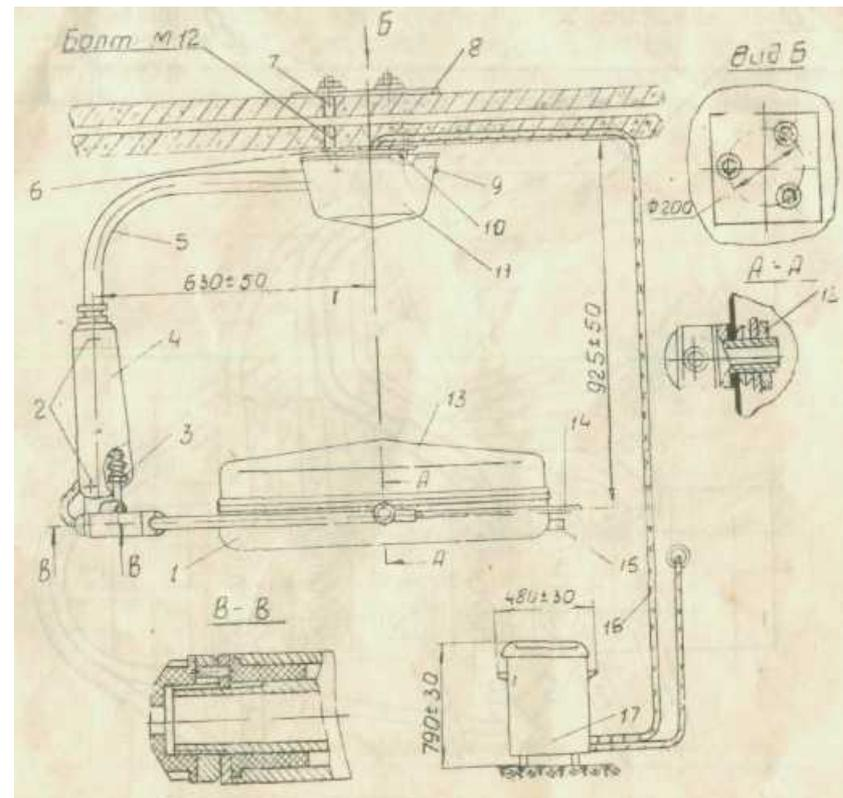

Рис. 1. Общий вид светильника
4.2. Основными частями светильника являются корпус 1 (рис. 1), смонтированный на двух шарнирах, в дугу, балансир, подвес и пульт.
4.6. Пульт 17 (см. рис. 1) поставляется включенным
6.1. К перекрытию тремя болтами 7 (см. рис. 1) и подушкой 8 прикрепить потолочный фланец 6 подвеса. При этом упор 10 установить вдоль операционного стола относительно оси крепления светильника. Кожух 11 прикрепить тремя винтами 9.
Балансир закрыть двумя крышками 4 (см. рис. 1), каждую из которых прикрепить двумя винтами 2 к фланцу и стойкам. Крышки соединить по периметру винтами. К месту установки пульта подвести сетевое напряжение и заземление.
7.2.2. Путем ручного перемещения корпуса светильника за дугу 14 (см. рис. 1) установить его так, чтобы операционное поле было освещено наиболее интенсивно. Наибольшую освещенность светильник дает при расстоянии от операционного поля 1 метр.
11.1. Если корпус светильника не фиксируется в шарнирах дуги, то необходимо снять крышку 13 (см. рис. 1) корпуса 1, отвернув крепеж и отрегулировать фрикционы гайками 12 в шарнирах дуги.
1.1.4. Для регулировки плавного хода балансира необходимо гайкой 3 (см. рис. 1) увеличить или уменьшить натяжение пружин.